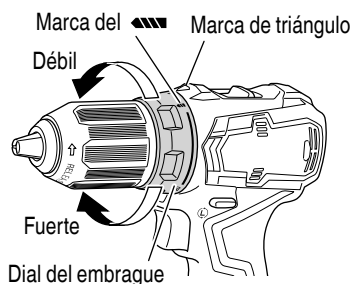

Fig. 11
6. Confirmar la posición del dial del embrague (Ver la Fig. 11).
- (2) Indicación del par de apriete (Consulte la Fig. 11)
- (3) Ajuste del par de apriete (Consulte la Fig. 11)